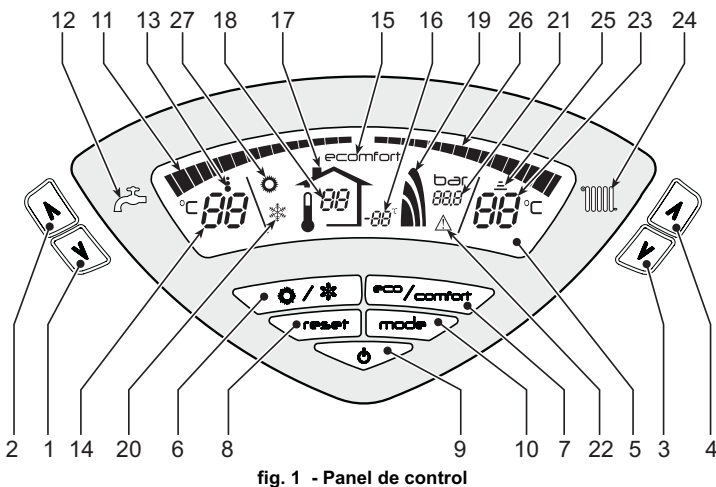
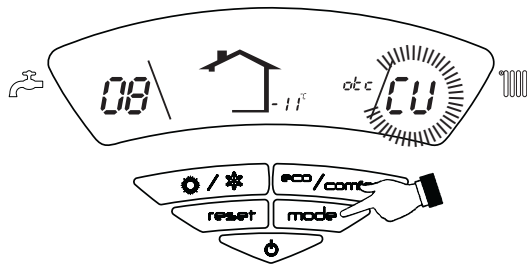

fig. 1 - Panel de control
fig. 11 - Curva de compensación
La demanda de calefacción (generada por el termostato de ambiente o el reloj programador a distancia) se indica mediante el parpadeo del símbolo de **funcionamiento en calefacción** (25 - fig. 1).
Los indicadores de temperatura del agua sanitaria (26 - fig. 1) se encienden gradualmente a medida que el sensor correspondiente detecta que se va alcanzando el valor programado.
La demanda de agua caliente sanitaria (generada por la apertura de un grifo correspondiente) se indica con el parpadeo del símbolo de **funcionamiento en ACS** (13 - fig. 1). Comprobar que se encuentre activada la función Comfort (15 - fig. 1).
Los indicadores de temperatura del agua sanitaria (11 - fig. 1) se encienden gradualmente a medida que el sensor correspondiente detecta que se va alcanzando el valor programado.
Cuando el acumulador está activado (opción predeterminada), en el display aparece el símbolo de CONFORT (15 - fig. 1); si está desactivado, se visualiza el símbolo ECO (15 - fig. 1).
Para desactivar el calentador y establecer el modo ECO, pulsar la tecla **eco/comfort** (7 - fig. 1). Para volver al modo CONFORT, pulsar nuevamente la tecla **eco/comfort** (7 - fig. 1).
Pulsar la tecla **on/off** (9 - fig. 1) durante 1 segundo.
Para reactivar la caldera, pulsar nuevamente la tecla **on/off** (9 fig. 1) durante 1 segundo.
- Pulsar la tecla ON/OFF (9 - fig. 1).
Pulsar la tecla **Verano/Invierno** (6 - fig. 1) durante 1 segundo.
En la pantalla aparece el símbolo de Verano (27 - fig. 1): la caldera solo suministra agua sanitaria. El sistema antihielo permanece operativo.
Para desactivar el modo Verano, pulsar nuevamente la tecla **Verano/Invierno** (6 - fig. 1) durante 1 segundo.
Mediante las teclas (3 y 4 - fig. 1) se puede regular la temperatura de la calefacción desde un mínimo de 30 °C hasta un máximo de 80 °C,
Mediante las teclas (1 y 2 - fig. 1) se puede regular la temperatura del agua sanitaria desde un mínimo de 10 °C hasta un máximo de 65 °C.
Si está instalada la sonda exterior (opcional), en la pantalla del panel de mandos (5 - fig. 1) aparece la temperatura exterior actual medida por dicha sonda. El sistema de regulación de la caldera funciona con "Temperatura adaptable". En esta modalidad, la temperatura del circuito de calefacción se regula en función de las condiciones climáticas exteriores, con el fin de garantizar mayor confort y ahorro de energía durante todo el año. En particular, cuando aumenta la temperatura exterior disminuye la temperatura de ida a la calefacción, de acuerdo con una curva de compensación determinada.
Durante el funcionamiento con temperatura adaptable, la temperatura programada mediante las **teclas de la calefacción** (3 y 4 - fig. 1) pasa a ser la temperatura máxima de ida a la instalación. Se aconseja establecer el valor máximo para que la instalación pueda regular la temperatura en todo el campo útil de funcionamiento.
Si se pulsa una vez la tecla **mode** (10 - fig. 1), se visualiza la curva actual de compensación (fig. 11), que se puede modificar con las **teclas del agua sanitaria** (1 y 2 - fig. 1).